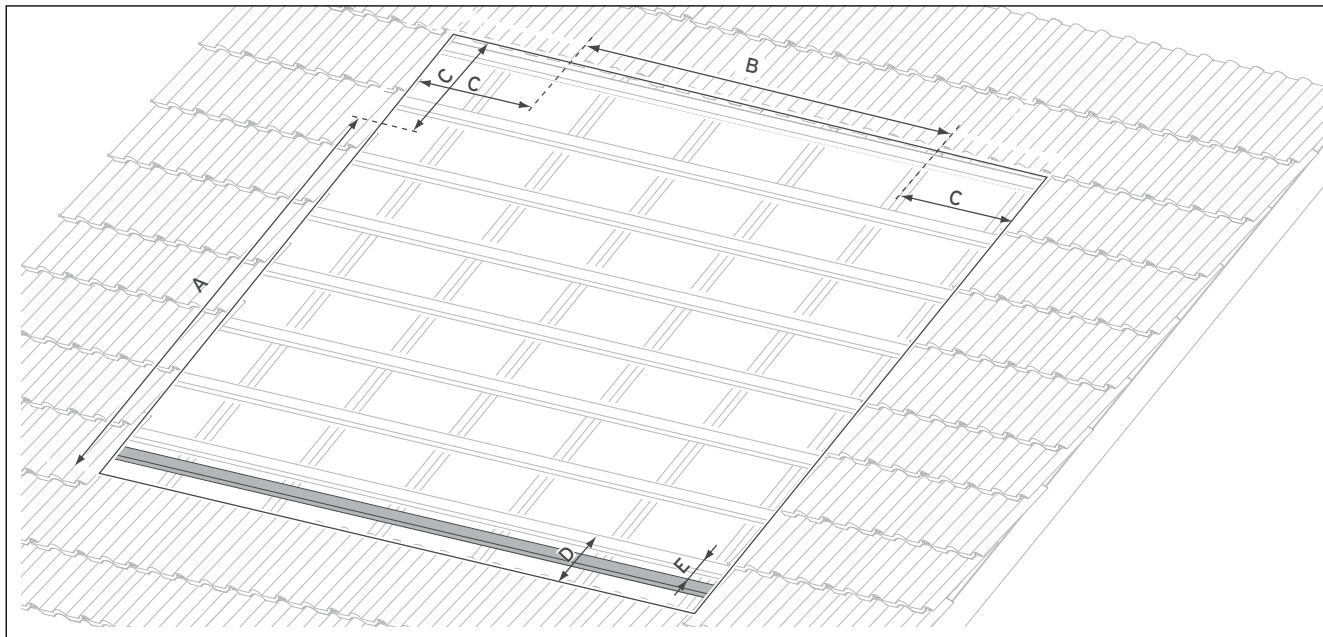

Abb. 5.7 Maße für Einbaufeld und für die Lage der Einbaulatten
- Legen Sie anhand der Maße → **Abb. 5.7, Tab. 5.5**) das Einbaufeld auf dem Dach fest.